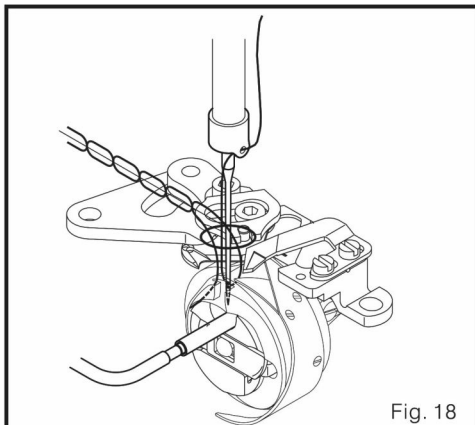

Fig. 18
1. a gorjeta da lançadera toca ligeiramente o fio de agulha. (Fig.18)